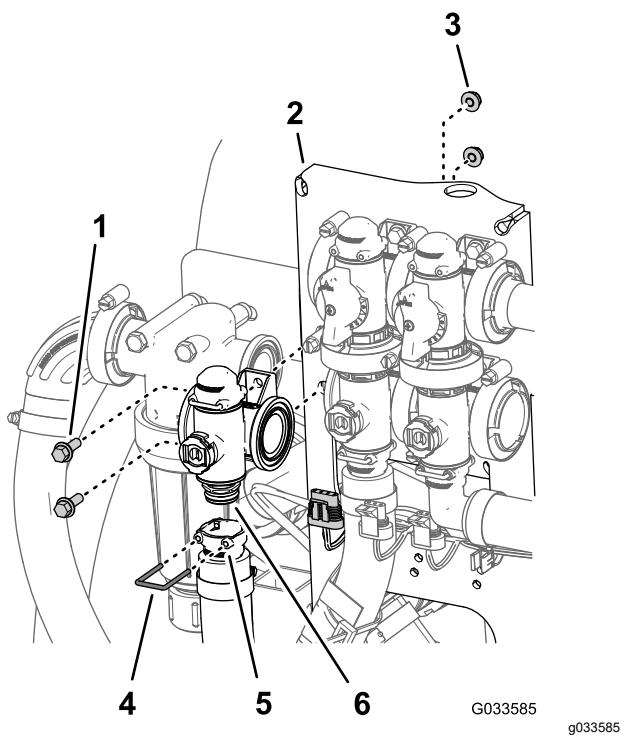

Bild 114
2. Entfernen Sie den Halter, mit dem das Auslaufanschlussstück an der Verteilkupplung für das Dosierungsregelventil befestigt ist (**Bild 114**).
3. Entfernen Sie die zwei Bundkopfschrauben ($\frac{1}{4}$ " x $\frac{3}{4}$ ") und zwei Sicherungsbundmuttern ($\frac{1}{4}$ "), mit denen das Dosierungsregelventil an der Ventilbefestigung befestigt ist, und entfernen Sie den Ventilverteiler von der Maschine (Bild 114).